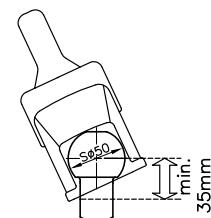
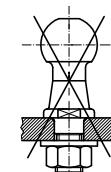
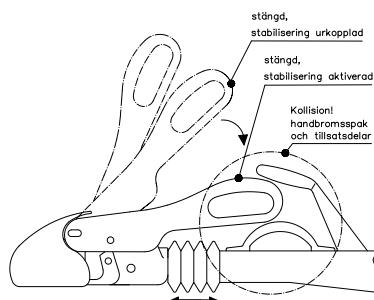

Bild 1 : Kulhals dragfordon
Bild 2 : Skruvad kulbult
Bild 5 : Aktivering stabilisering-funktion
1.3 Kulkopplingen WS 3000/3500 kan endast användas tillsammans med dragkular som uppfyller kraven i DIN 74058/ISO 1103, om kuhalsen inom ett område på **minst 35 mm är fri från påbyggnadsdelar** (bild 1), istället för 32 mm som anges i DIN 74058 / ISO 1103. Användning av WS 3000/3500 i kombination med skruvmonterad dragkula utan någon vridsäkring är inte tillåten (bild 2). Med inkopplad stabilisator vid kördrift måste manöverspanken vara frilagd från fordons- eller tillsatssdelar, d.v.s. när förbindelsestagen skjuts in samtidigt med en vriderörelse sker med WS 3000/3500, får kollision inte uppstå mellan handbromsspaken och andra tillsatssdelar. (bild 5) Beakta även anvisningarna i bruksanvisningen resp. bromstilverkarens handbok.
För detta måste manöverspaken tryckas nedåt från det lästa läget till anslaget (bild 5). Därvid spänns fjäderpaketet som trycker friktionsbeläggens mot dragkulans. Därefter ligger manöverspaken nästan parallellt med dragstängen.